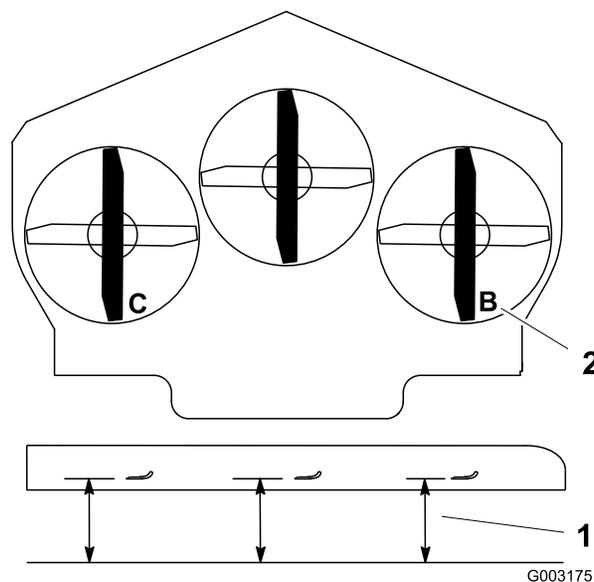

Figura 77
1. Coloque la cuchilla derecha en posición longitudinal (Figura 77).
2. Mida la cuchilla derecha en la posición **B** desde una superficie nivelada hasta el filo de corte del extremo de la cuchilla (Figura 77).
4. Coloque la cuchilla izquierda en posición longitudinal (Figura 77).
5. Mida la cuchilla izquierda en la posición **C** (Figura 77) desde una superficie nivelada hasta el filo de corte del extremo de la cuchilla.